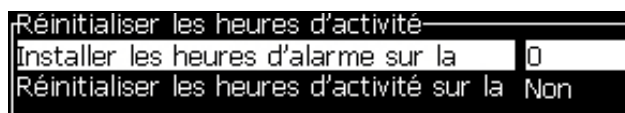

Figure 4-19: Réinitialiser les heures d'activité
- 1 Sélectionnez *Visualis. données Smart Chip du système d'encre* du menu *Calibrage* (Figure 4-19) pour visualiser le nombre d'heures de fonctionnement du CORE, le nombre de jours d'utilisation du CORE et le nombre de jours restants. Le nombre d'heures de fonctionnement du CORE n'est réinitialisé qu'après son remplacement.